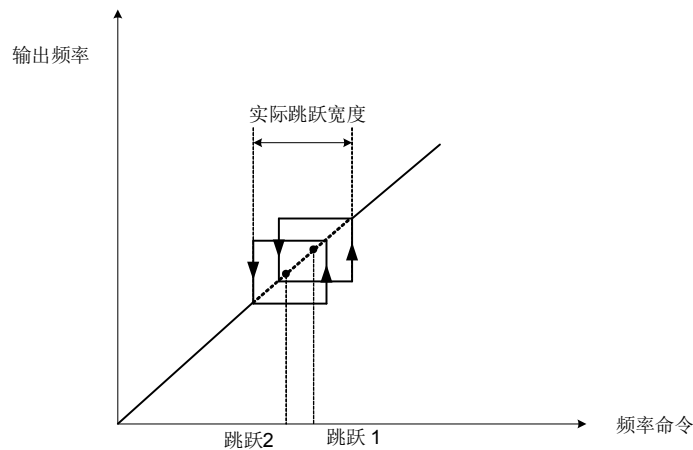

图4.3.84 跳跃频率重迭
- 当所设定的跳跃速度相互重迭，视其总合为跳跃范围，参照下图 4.3.84。